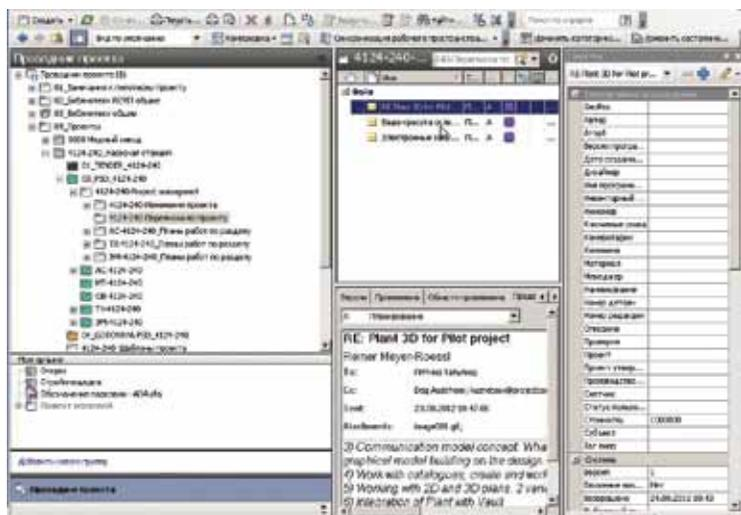

Рис. 2, рис. 3. Организация электронного архива
- ▶ Позволяет организовать электронный архив проектно-сметной документации. В том числе, единый архив по нескольким проектным филиалам (рис. 2, рис. 3).